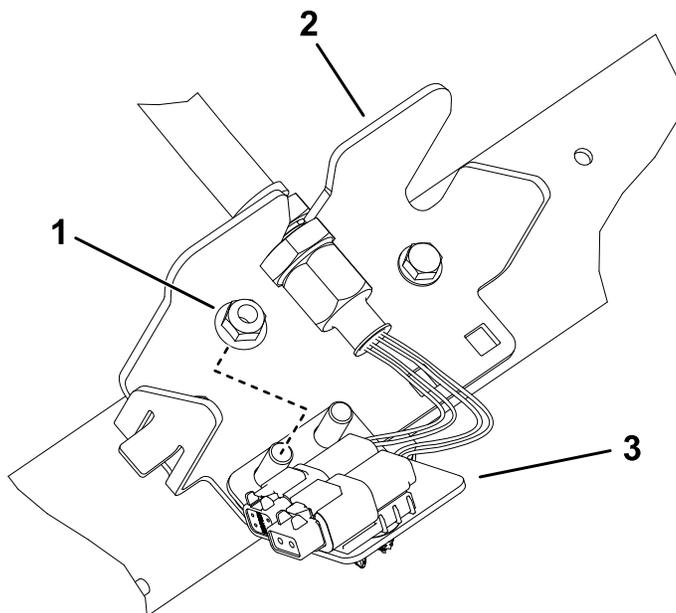

Figura 30
- 6. Repita o procedimento nos restantes (4) locais do anteparo como se mostra na Figura 27 a Figura 30.